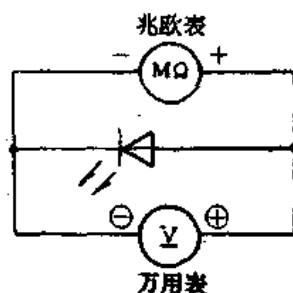

图 6-37 兆欧表电击复活发光二极管
(2)用兆欧表电击复活。如图 6-37 所示,兆欧表的正极接发光二极管正极,负极与负极相连,按一定速度摇动兆欧表,同时用万用表(置直流 250V)监测电压,使其输出电压在 150V 左右保持 5s,一次不行可多次,直到发光二极管触丝接通发光为止。